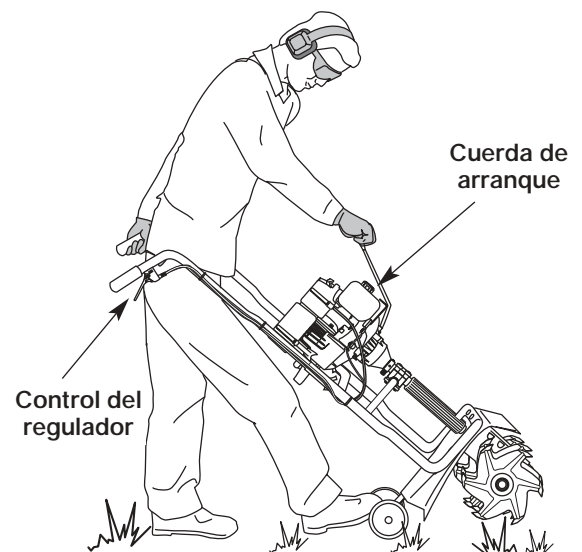

Fig. 8
**ADVERTENCIA:** Evite los arranques accidentales. Colóquese en posición de inicio cuando tire de la cuerda de arranque (Fig. 8). El operador y la unidad deben estar en una posición estable al arrancar la unidad para evitar graves lesiones personales.
5. Párese entre las barras del manubrio y sostenga la unidad colocando su pie derecha en el ensamble de soporte de la rueda y sosteniendo el mango del manubrio con su mano izquierdo (Fig. 8).
6. Con la unidad en la posición de arranque, **no apriete el control de aceleración** (Fig. 8). Tire bruscamente del cordón de arranque hasta 10 veces.